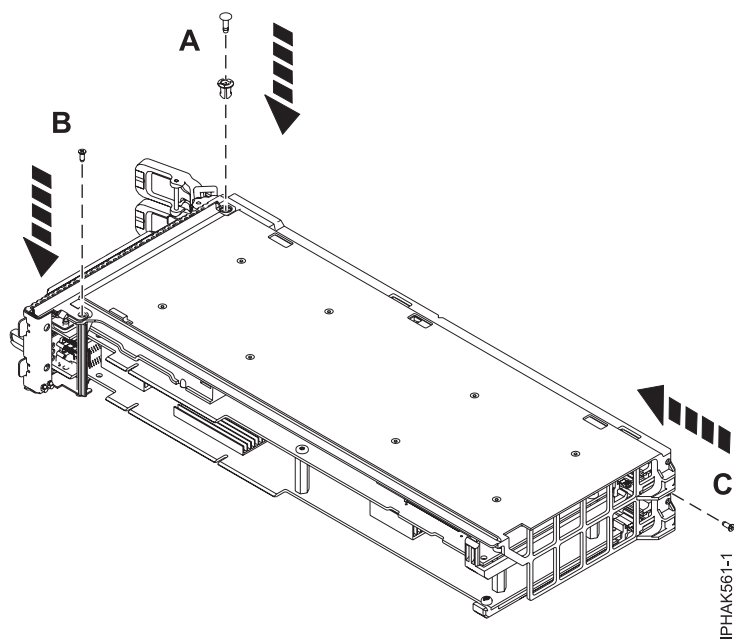

Figura 62. Fixar el pin de pressió i els cargols
9. Fixeu el piu de pressió (A) a la part superior del conjunt del casset per la contrapunta i pressioneu-lo fins col·locar-lo al seu lloc. Consulteu Figura 62.
10. Fixeu el petit cargol Phillips (B) a la part inferior de la contrapunta. Consulteu Figura 62.
11. Fixeu el petit cargol Phillips (C) a la part posterior del conjunt del casset. Consulteu Figura 62.